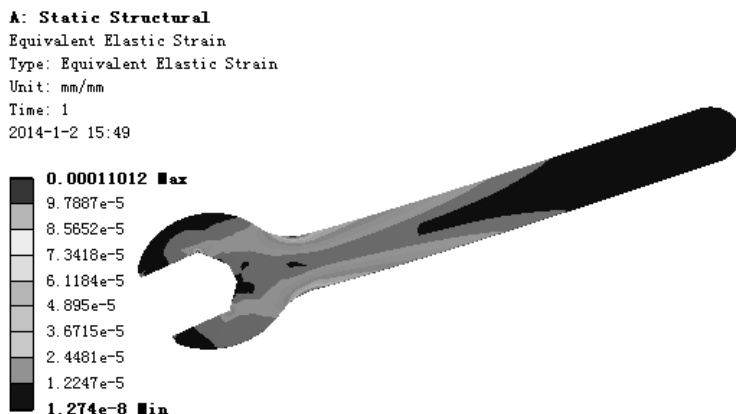

图 7.5.25 应变结果图解
(4) 查看应变结果图解。在“Outline”窗口中选中 Equivalent Elastic Strain，查看图 7.5.25 所示的应变结果，其最小应变为 1.274×10^{-8} mm/mm，其最大应变为 1.1012×10^{-4} mm/mm。